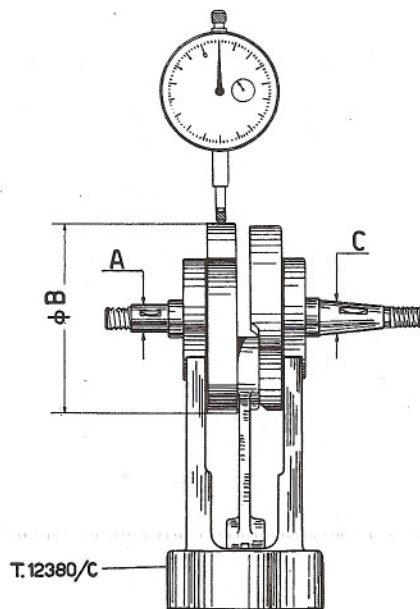

Fig. 8/E - Controllo albero motore
- 5) Procedere come indicato nelle figure 8/E + 12/E.